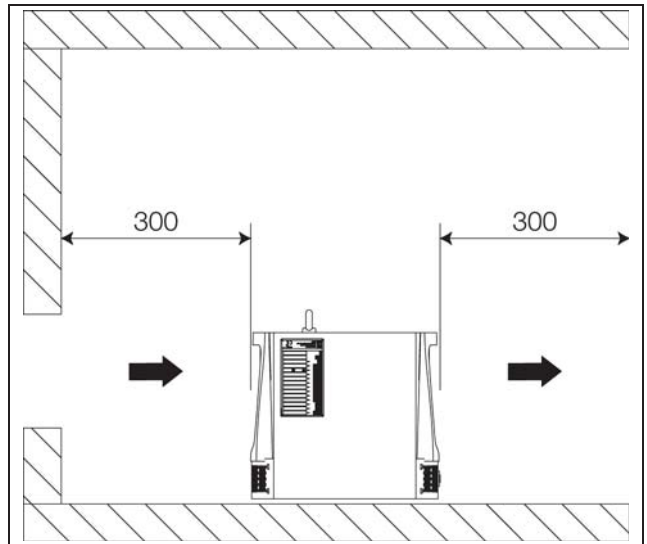
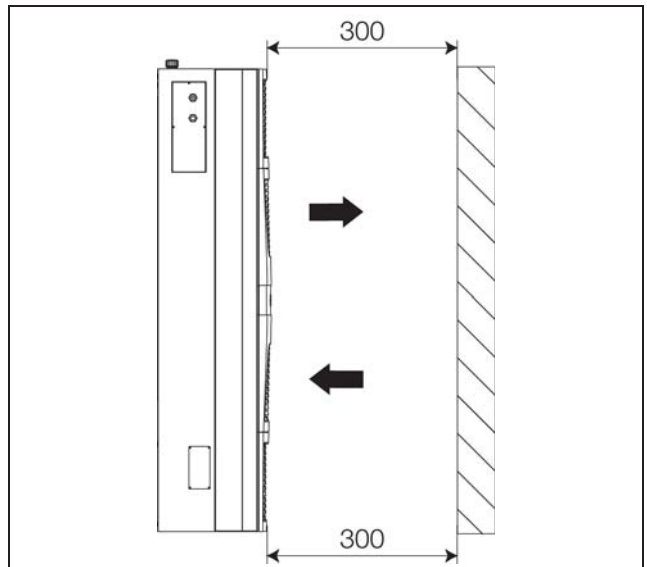

Fig. 38: Distanze minime
Fig. 39: Distanze minime
- Per agevolare la manutenzione e la riparazione, occorre attenersi alle distanze minime indicate nella fig. 38 e/o nella fig. 39.
- Per evitare un «cortocircuito d'aria» (incrocio di aria di immissione e di scarico) e garantire la piena potenza di raffreddamento, occorre attenersi alle distanze indicate nella fig. 38 e/o nella fig. 39.